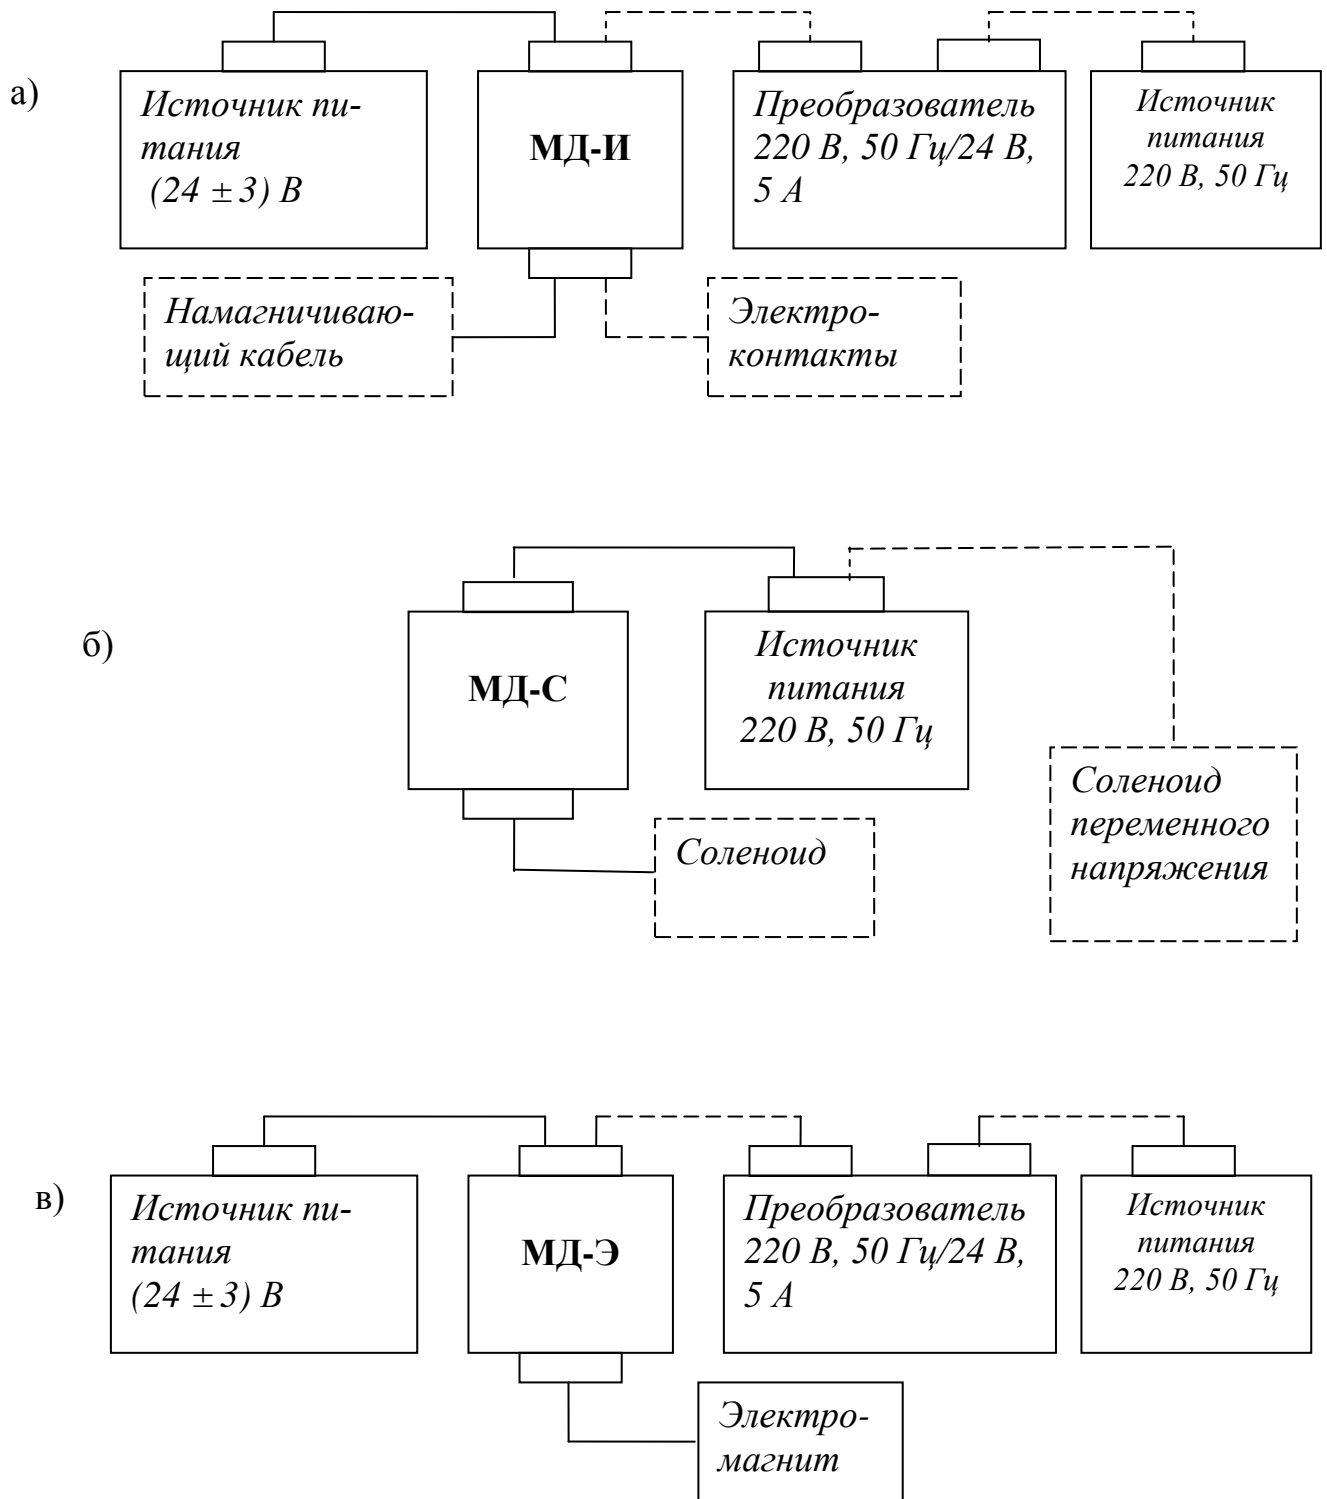

Рисунок 4.2 Подключение модулей дефектоскопа к источникам электропитания:
4.2 Каждый модуль имеет индивидуальный блок питания. Схема подключения модулей к источникам электрического питания приведена на рис. 4.2. Модуль МД-И и модуль МД-Э подключаются непосредственно к источникам постоянного тока напряжением (24 ± 3) В и током не менее 5А. С применением преобразователя напряжения они могут питаться от источника переменного тока 220 В, частотой 50 Гц, с выходными параметрами: постоянное напряжение (24 ± 3) В, ток не менее 5 А. Модуль МД-С подключается к источнику переменного напряжения 220 В, 50 Гц.
На верхней боковой панели модуля (см. рис. 4.2) установлены: